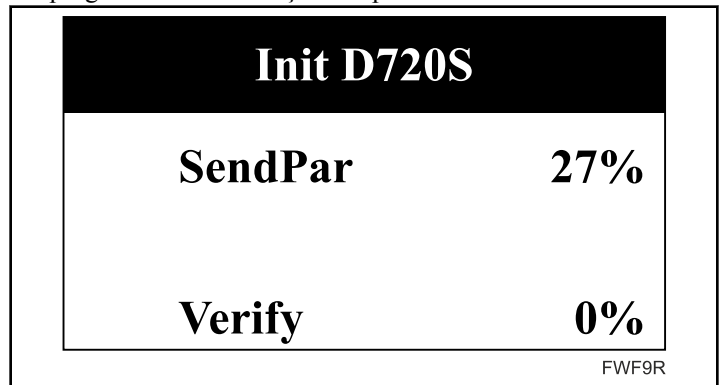

Figura 8
- A linha superior exibe a progressão do carregamento de parâmetros individuais. Consulte *Figura 8* a linha inferior exibe a progressão da verificação dos parâmetros.